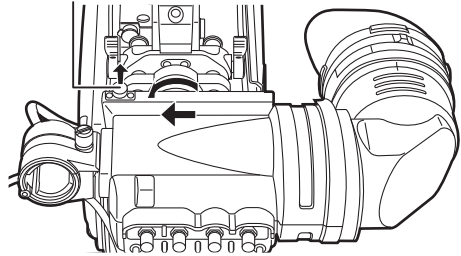

Abb. 2
- 4** Schieben Sie den Sucher in Pfeilrichtung, während Sie den Sucheranschlag hochziehen, um ihn zu befestigen. (Abb. 2)